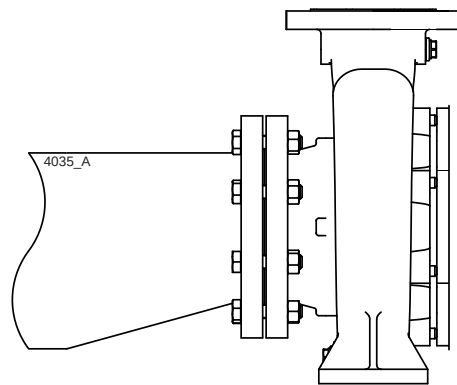

Figura 7: Reducción excéntrica de la brida de succión.
- El paso interior del tubo de succión debe tener un diámetro suficiente. Dicha tubería debe ser lo más corta posible y colocarse de tal modo que se evite la formación de bolsas de aire. Si esto resulta imposible, deberá instalarse un dispositivo de ventilación en el punto más alto del tubo. En caso de que el tubo de succión tenga un diámetro superior al de la conexión de succión de la bomba, deberá utilizarse una reducción excéntrica para evitar la formación de bolsas de aire y turbulencias. Consulte figura 7.